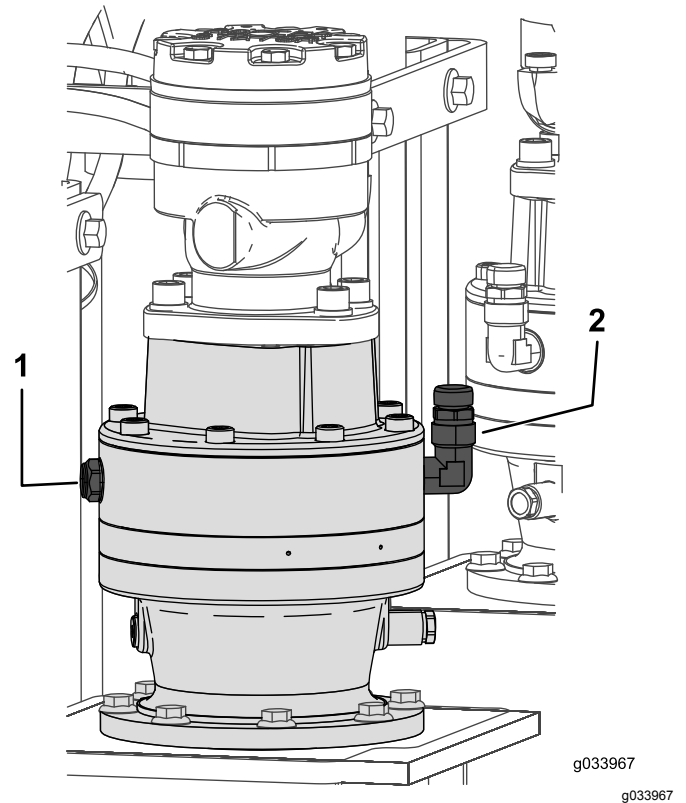

Figura 102
1. Compruebe el nivel de aceite de la mirilla en cada transmisión planetaria de la estaca inferior (Figura 102).
2. Retire el tapón del respiradero y coloque aceite en la transmisión planetaria hasta que el nivel del aceite en la mirilla esté al menos lleno hasta la mitad (Figura 102).